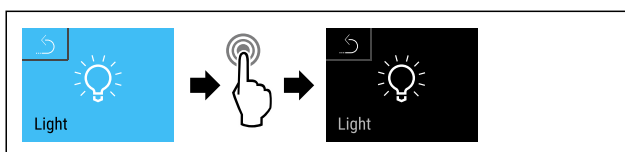

Fig. 95
- ▶ Εκτελέστε τα βήματα ενεργειών (βλέπε Fig. 95).